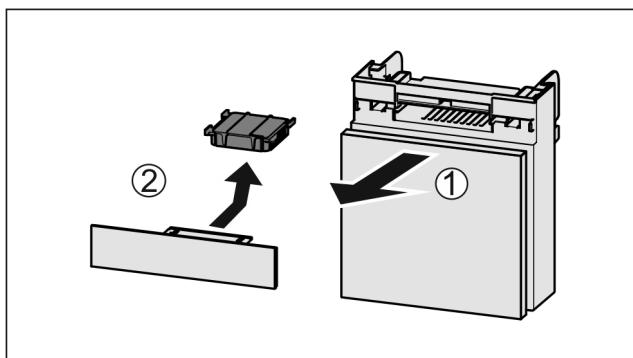

Fig. 50
- Trekk ut Fig. 50 (1) hylten fremover.
- Ta ut Fig. 50 (2) aktivkullfilteret.